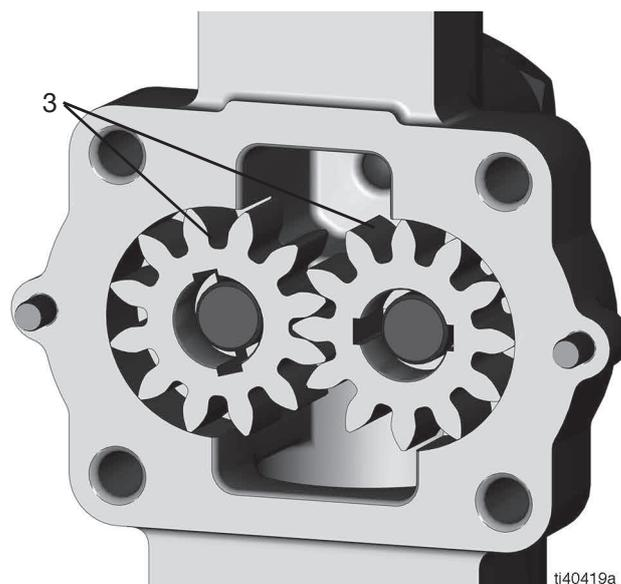

FIG. 10
10. Retirez les deux engrenages de pompe (3) (FIG. 10).
11. Inspectez la cavité de la pompe et ses engrenages (3) pour vérifier l'absence de dommage et d'usure excessive. En présence de dommage ou d'usure, remplacez l'ensemble de boîtier de pompe. Si l'état est bon, nettoyez la cavité de la pompe et ses engrenages (3) (FIG. 10).
1. Placez les engrenages de pompe (3) sur la cavité de la pompe, en vous assurant qu'ils tournent librement (FIG. 10).